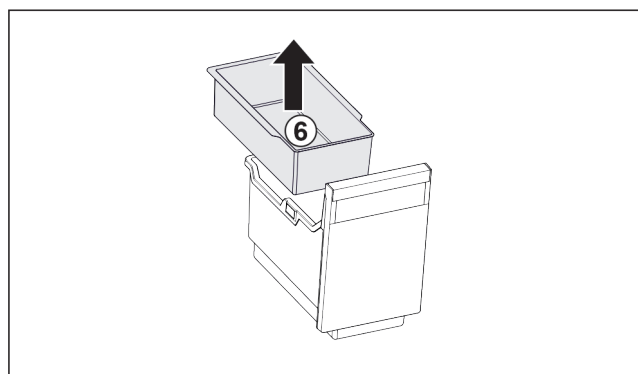

Fig. 90
- Einhängeschale Fig. 90 (6) entnehmen.